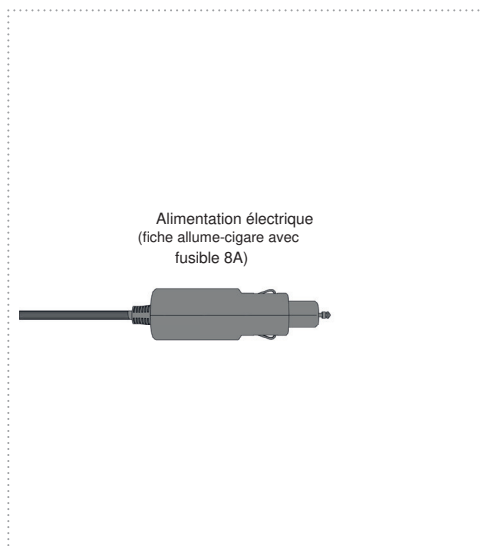

Figure 9
7. Établissez l'alimentation électrique (fiche allume-cigare) 12/24 VDC (Fig. 9)